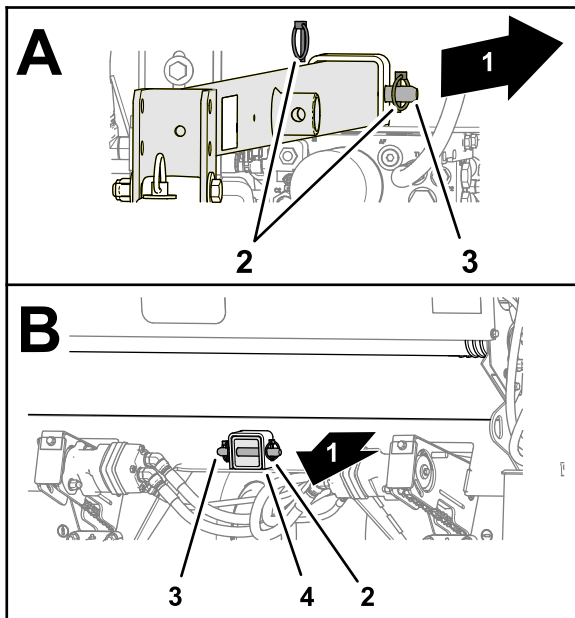

Figura 4
2. Alinee los taladros de la barra de tracción con los taladros de los tubos receptores, y sujete la barra de tracción a los tubos con los 2 pasadores de horquilla y los 4 pasadores de seguridad (Figura 4).